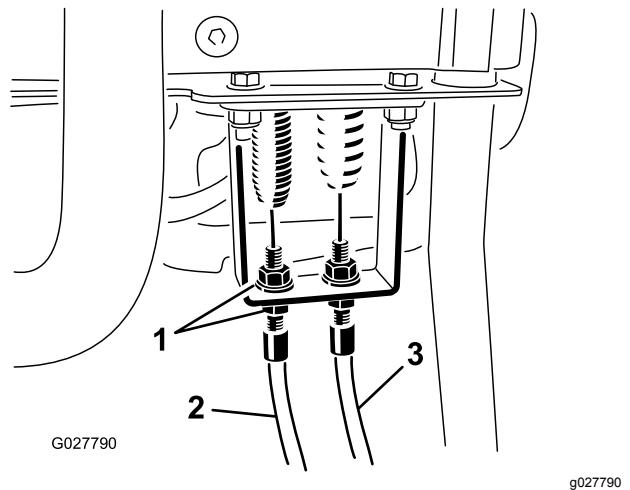

Figure 50
- 3. Au niveau de la traversée du panneau de commande, desserrez le câble de commande du cylindre pour détendre le câble (Figure 50).